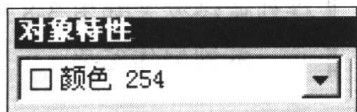

图 3-4
5. 选中果盘，在“对象特性”工具栏上选择一种颜色，如图 3-4 所示。